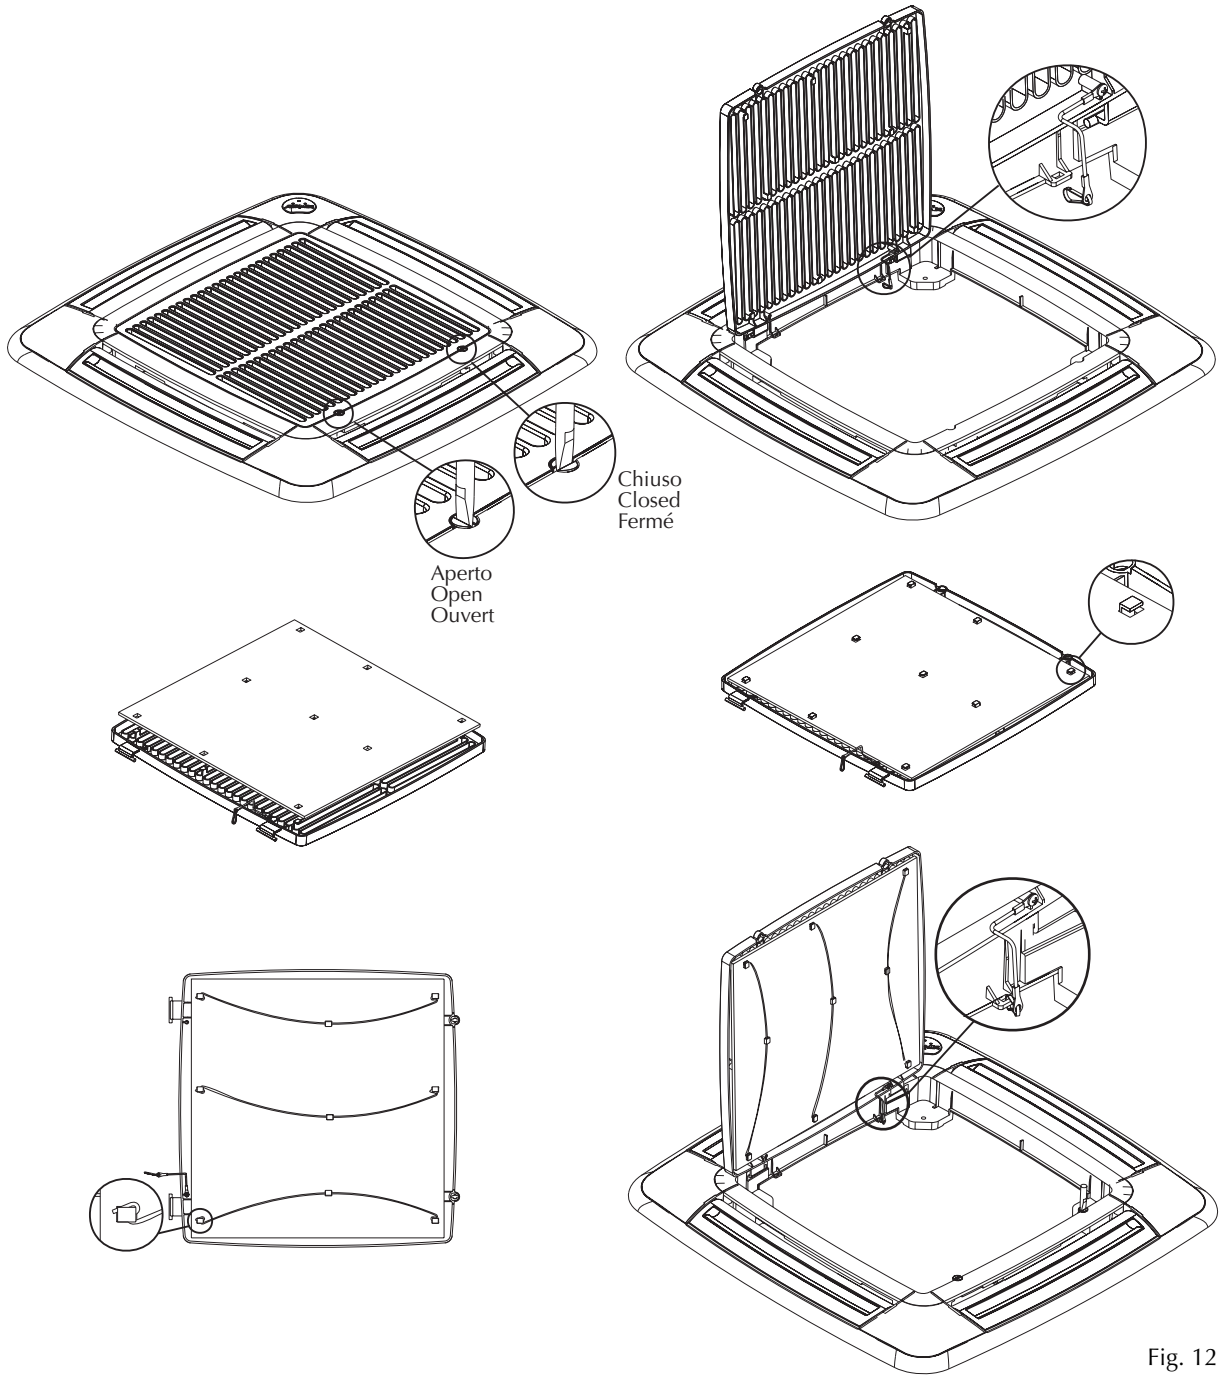

Fig. 12
- Montare il convogliatore sul cabinet avendo cura di accoppiarlo correttamente con la piastra attacchi come indicato in fig. 12.
- Fit the conveyor on the cabinet making sure to couple it correctly with the attachment plate as shown in fig. 12.